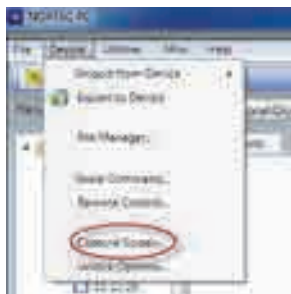

Рис. 6-6 NORTEC PC – Меню Device (Устройство)
3. В меню **Device** (Устройство) выберите **Capture Screen** [Экранный снимок] (см. Рис. 6-6 на стр. 249).